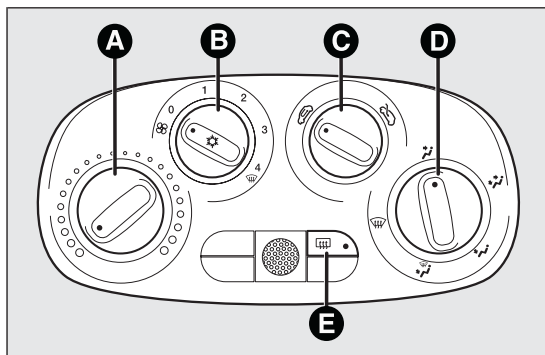

fig. 29
- A Sélecteur de la température de l'air (rouge-chaud/bleu-froid) fig. 29
- B Sélecteur des vitesses du ventilateur et activation/désactivation du climatiseur fig. 29. En appuyant sur ce bouton, on active le climatiseur et l'allumage simultané de la DEL de ce bouton. Cette opération permet de refroidir plus rapidement l'habitacle.
C Bouton de recyclage de l'air fig. 29
D Bouton de répartition de l'air fig. 29
E Bouton d'activation/désactivation de la lunette de dégivrage arrière fig. 29.